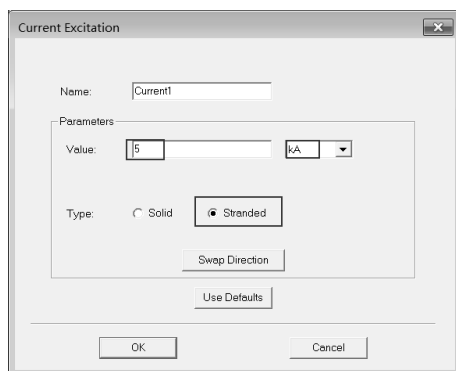

图 19-85 Current Excitation 对话框
Step2：此时会弹出如图 19-85 所示的 Current Excitation 对话框，在该对话框的 Value 中输入数值 5，并将单位设置成 kA，单击 OK 按钮，完成参数的设置。